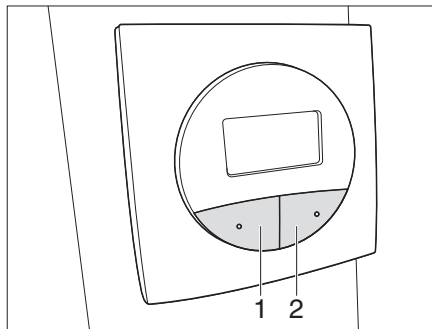

Bild 47 Panel Satellitenanlage Teleco
- SAT Taste (Bild 47,2) **zweimal** drücken. Die Satellitenanlage fährt aus und sucht automatisch den eingestellten Satelliten.
- Taste PARK (Bild 47,1) drücken. Die Satellitenanlage wird eingefahren.